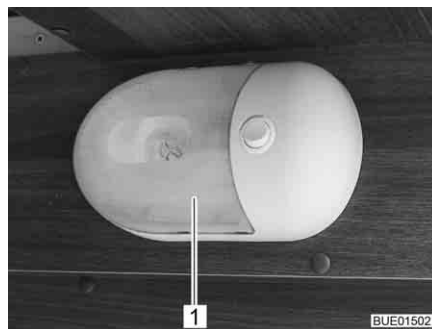

Fig. 239 Lámpara de montaje en superficie
- Comprimir la cubierta transparente (Fig. 239,1) con precaución de ambos lados, retirarla ligeramente del interruptor y quitarla hacia delante.